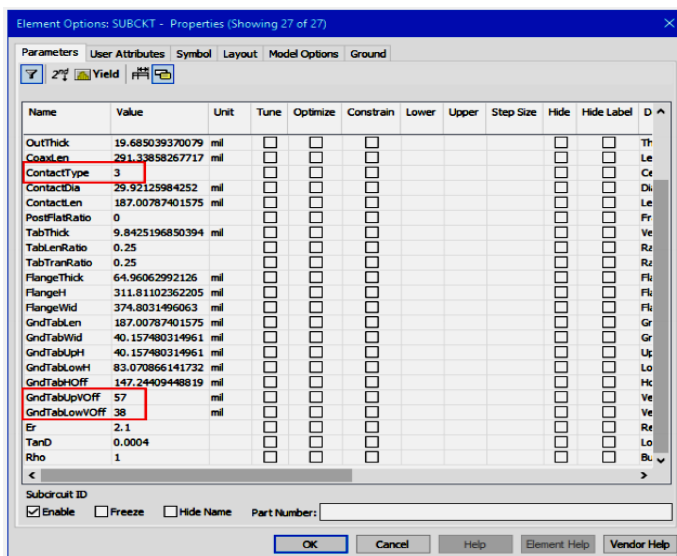

Рис. 98
12. Выберите подсхему **PCB**, щелкните правой кнопкой мыши и выберите **Element Properties**, чтобы открыть диалоговое окно **Element Options: SUBCKT Properties**. Убедитесь, что настройки для **ContactType**, **GndTabUpV off** и **GndTabLowV off** совпадают с показанными на рис. 98 и нажмите **OK**. Все остальные значения оставьте по умолчанию.